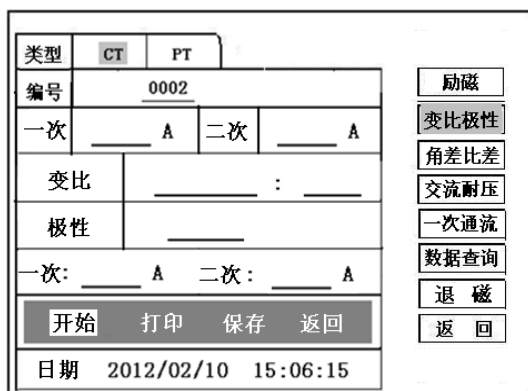
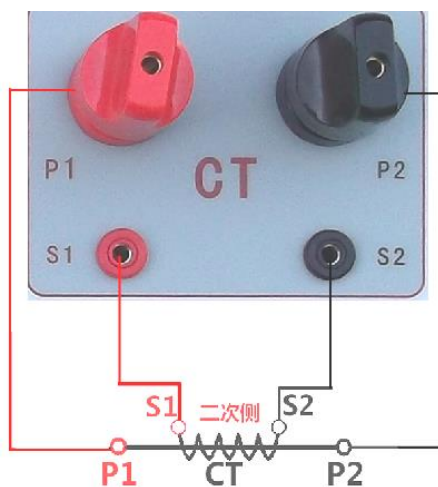

图 12, CT 变比极性测试界面
图 13 , CT 变比极性 (角差比差) 接线图
1) 参数设置：测试界面见图 12。
按照图 13 进行接线，CT 一次侧接 P1、P2，CT 二次侧接 S1、S2。进入 CT “变比极性”测试界面，如图 12。设置完成后，合上“功率开关”，移动光标至“开始”选项，按下控制器，试验即开始。
接线图见图 13, CT 一次侧接 P1、P2, CT 二次侧接 S1、S2。设置参数并检查接线无误后, 合上功率开关, 选择“开始”选项, 按下控制器, 试验即开始。